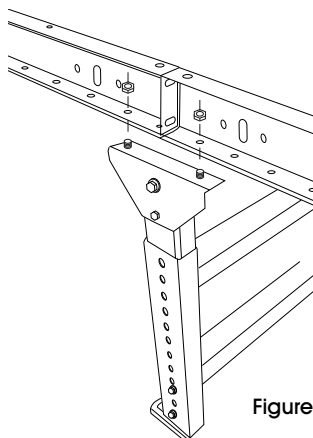

Figure 3
**Boulonnage d'un seul pied de soutien en H à deux cadres de convoyeur :** Positionnez le pied de soutien en H sous la jonction des extrémités des deux cadres de convoyeur, en alignant un trou de chaque convoyeur sur le pied de soutien en H. Fixez les boulons à travers les convoyeurs et le pied de soutien en H. (Voir Figure 3)